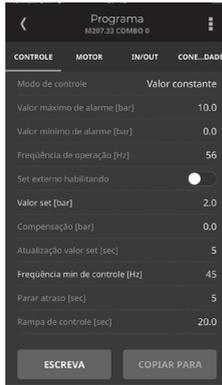

Figura 19 - Tela *Frequência min de controle* alterado
10. Após o procedimento anterior, aparecerá a tela conforme figura 19. Note que o valor do parâmetro *requência min de controle* está agora na cor amarela, indicando que o valor foi alterado. Para salvar a alteração pressione a tecla *ESCREVA*.